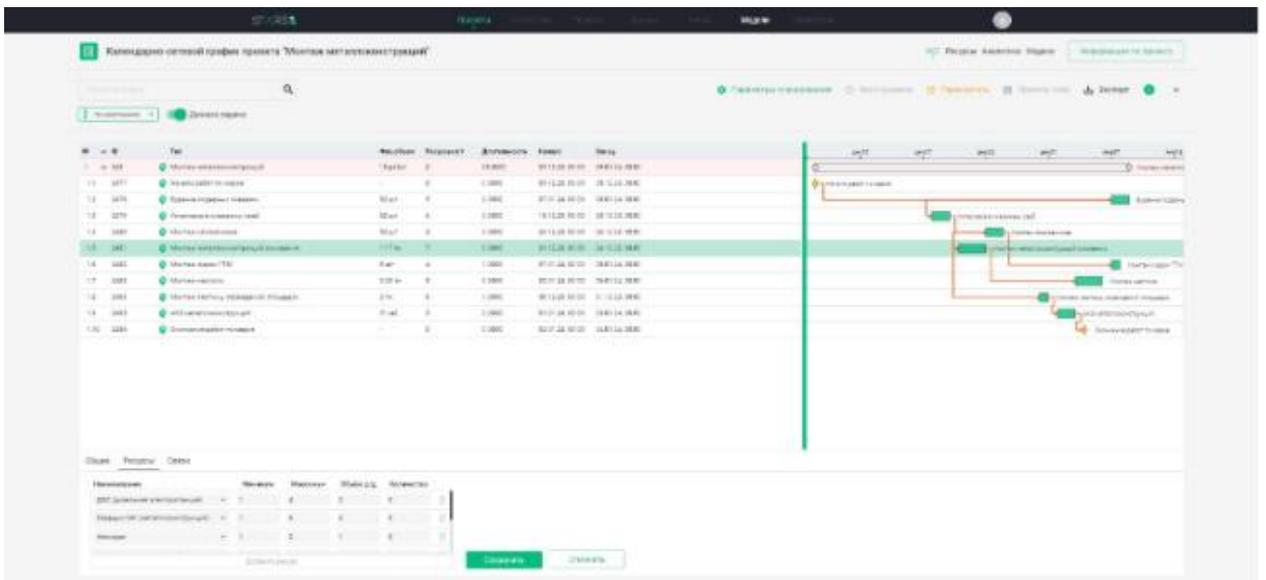

Рисунок 9 – Страница проекта (редактирование ресурсов)
- в. Редактирование ресурсов. Для редактирования границ ресурсов необходимо выбрать работы, ресурсы которой пользователь хочет изменить (рисунок 9).